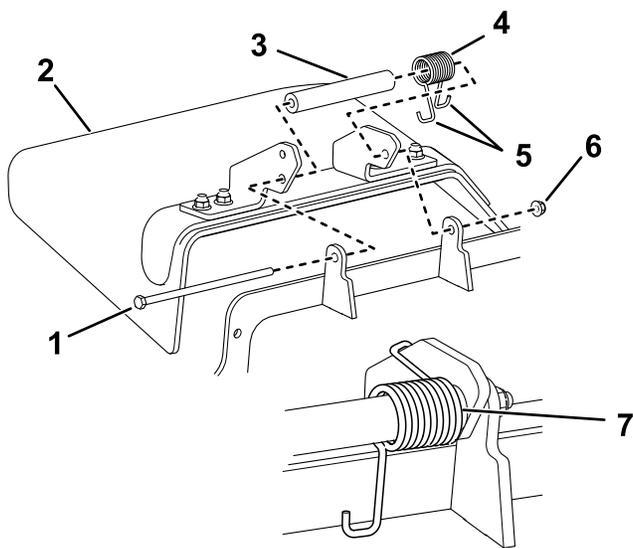

Figura 93
**Nota:** Verificate che un'estremità a gancio J della molla si trovi dietro il bordo del piatto di taglio prima di montare il bullone, come illustrato nella Figura 93.